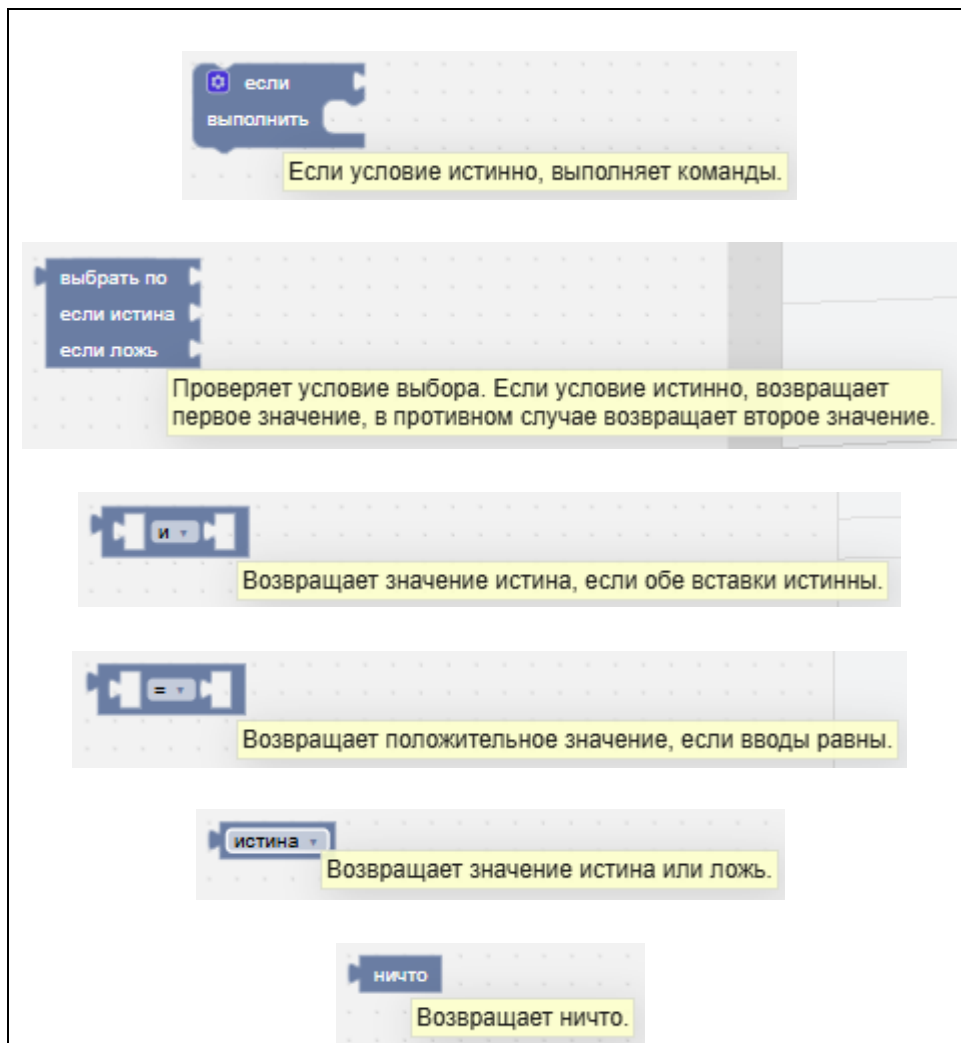

Рисунок II-19 – Блоки «Логика»
- а) блоки «Логика» – условия, сравнения (см. Рисунок II-19);